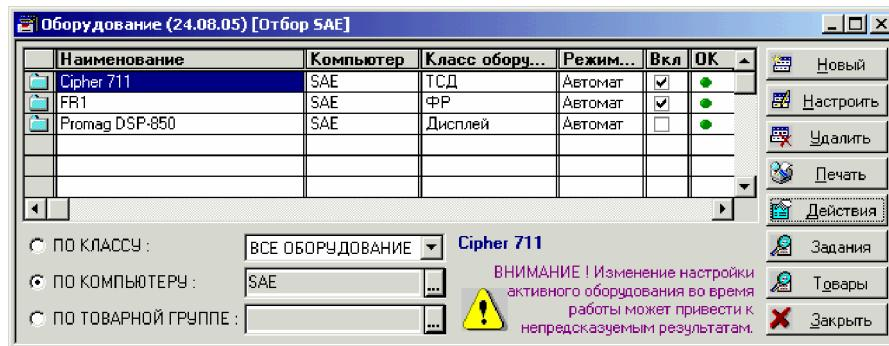

Рис. 2
- 1 Убедитесь в том, что терминал сбора данных вставлен в подставку и включен. Проверьте в справочнике «Оборудование» – стоит ли флагок «Вкл» напротив соответствующего элемента (рис. 2).
- 2 Проверьте в справочнике «Оборудование» – стоит ли флагок «Вкл» напротив соответствующего элемента (рис. 2).